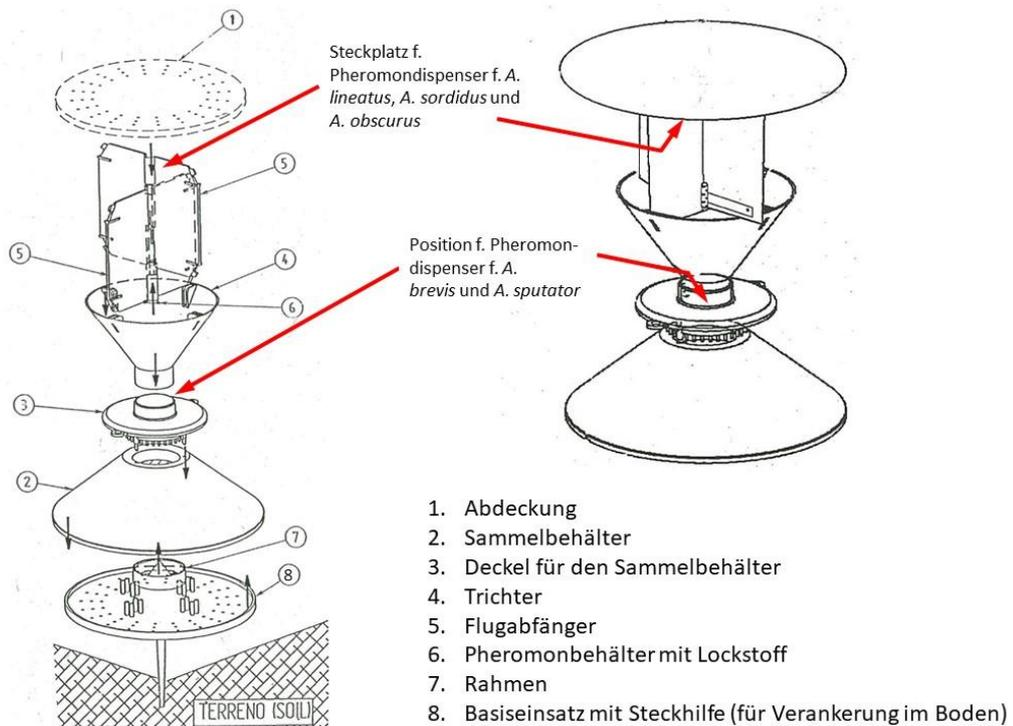

Abbildung 2 – Zusammenbau der Pheromonfalle Typ A (YF)
- **Falle 1-3,5,6 (Fallentyp A, Abbildung 2 oberer roter Pfeil):**
Die Pheromonphiolen der **Fallen 2 und 6** (*A. brevis* und *A. sputator*) werden gemeinsam mit den Kunststofffähnchen **innerhalb des Trichters an dessen Basis** gelegt (Bauteil Nr. 3, Abbildung 2 unterer roter Pfeil).
3. Die Deckel der **Fallen 1-3, 5 und 6** (Bauteil Nr. 1, Abbildung 2) sowie deren braune Trichter (Bauteil Nr. 2, Abbildung 2) werden mit dem jeweiligen Artnamen beschriftet:³
4. Die fertig zusammengesetzten **Fallen 1-3, 5 und 6** werden entsprechend der geplanten Anordnung (siehe Plan, Abbildung 2) mit der Steckhilfe der Basisplatte (Bauteil Nr. 8, Abbildung 2) in den Boden gesteckt.